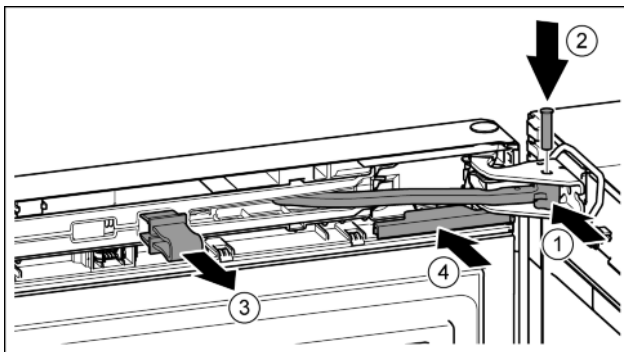

Fig. 22
- ▶ Tourner l'articulation dans le support de palier. Fig. 22 (1)
- ▶ Introduire le boulon dans le support de palier et l'articulation. Veiller à ce que l'ergot d'encliquetage repose correctement dans la rainure. Fig. 22 (2)
- ▶ Enlever l'arrêt. Fig. 22 (3)
- ▶ Enfiler le cache. Fig. 22 (4)